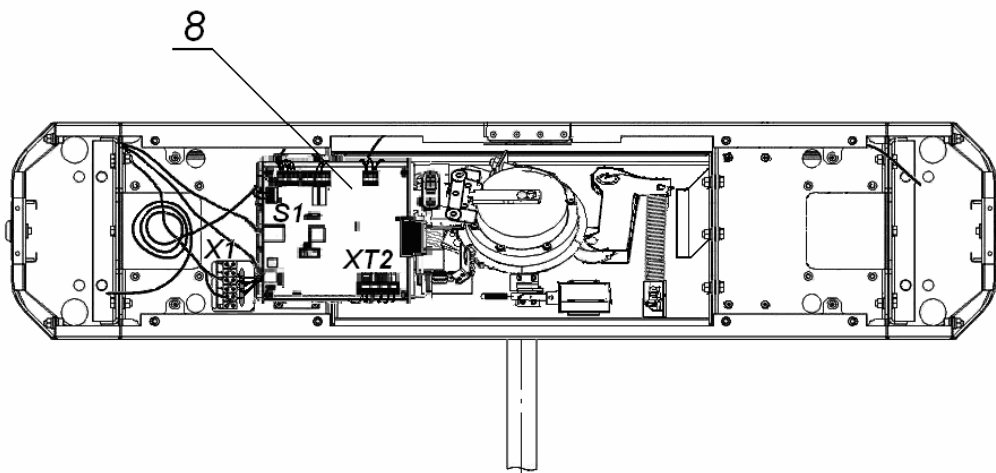
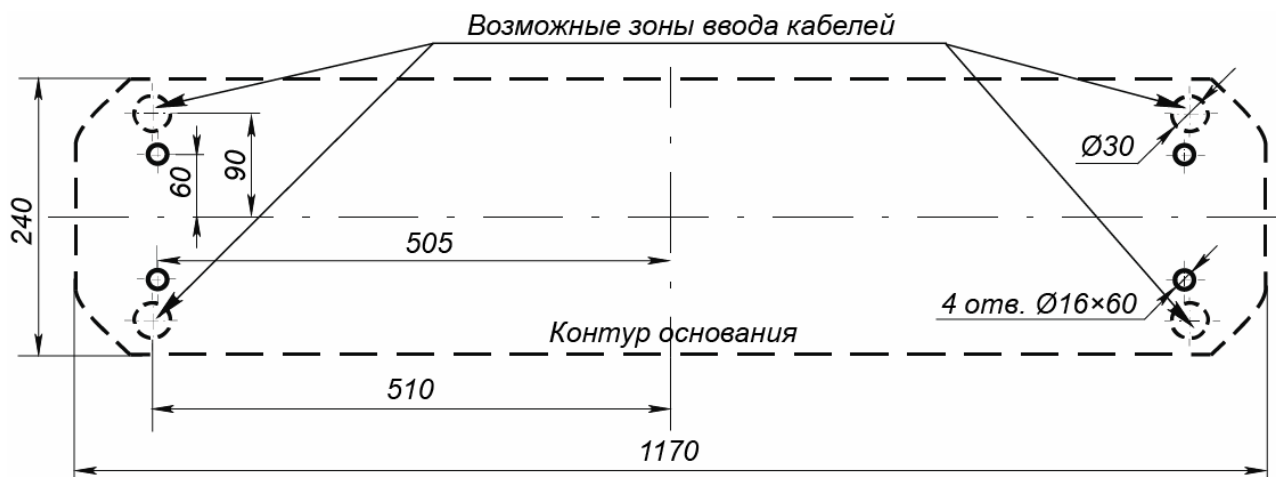

Рисунок 10. Схема прокладки кабелей в стойке ЭП:
Рисунок 11. Схема разметки для установки стойки ЭП
3. Подготовьте в полу отверстия под гильзы анкеров для крепления стойки ЭП (см. рис. 11).
4. При необходимости прокладки кабелей под поверхностью пола подготовьте в полу кабельный канал, подходящий к одной из зон подводки кабелей, указанных на рис. 11 для ввода кабелей в стойку ЭП.
10. Снимите крышку ЭП (3), отвернув ключом установочный винт (19). Порядок снятия крышки указан в разд. 6.
11. Протяните кабели внутри стойки. Рекомендуемое расположение кабелей при прокладке внутри стойки показано на рис. 10.
15. Выполните заземление стойки ЭП в соответствии с требованиями ПУЭ («Правила устройства электроустановок»). Контакт заземления **Z3** (см. рис. 10) находится за боковой заглушкой (9) стойки. Для крепления кабеля заземления на контакте используйте гайку М4.
16. Подключите кабель *Ethernet* (16) к разъему **S1** на плате контроллера ЭП.
19. После подключения всех кабелей и закрепления стойки на полу установите на место крышку (3) и заглушки стойки в порядке, обратном снятию.